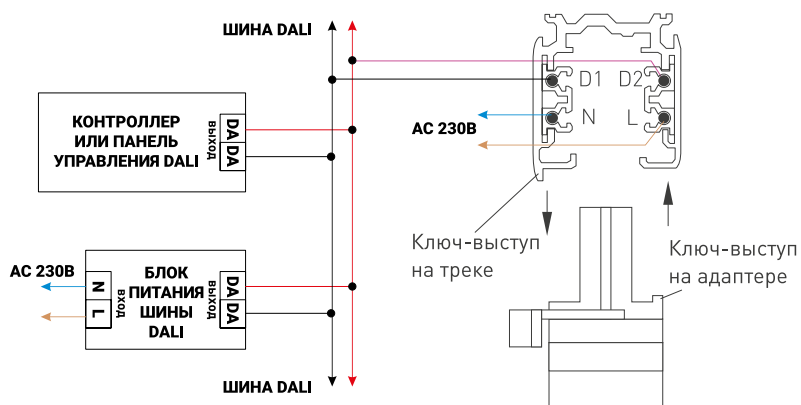

Рис. 3. Схема подключения светильников с управлением DALI
- На коннекторе питания открутите винт и снимите крышку. Соберите схему подключения, согласно рис. 3. Используйте 5-жильный кабель. Обязательно подключите защитное заземление к клемме GND.